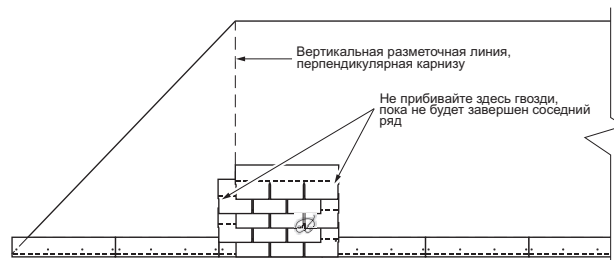

Рисунок 5. Метод вертикальной укладки.
2. Установите второй гонт над первым со сдвигом влево на половину лепестка (Рисунок 5). Третий ряд - также как и первый, четвертый - также как и второй и так далее, пока Вы не доберетесь до конька.
При этом не прибивайте гонты справа и слева, таким образом, первый вертикальный ряд кровельных гонтов, выровненных по вертикальной разметочной линии будет прибит только центральными гвоздями. (Рисунок 5).